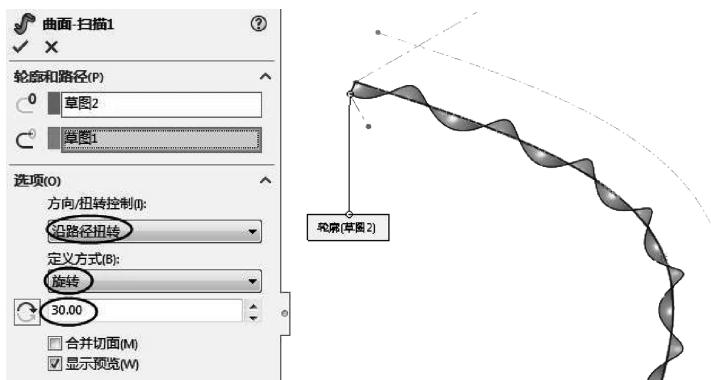

图 4-115 创建扫描曲面 1
- 04 利用【扫描曲面】工具，选择草图 1 和草图 2，创建扫描曲面 1，如图 4-115 所示。